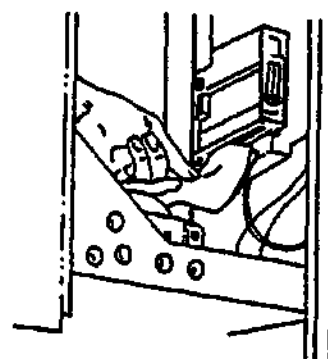
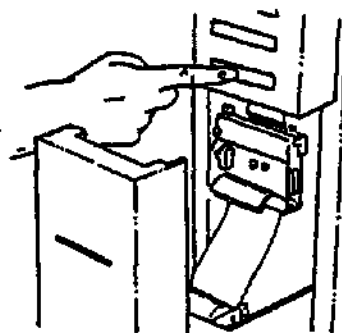

Рис. 5-20: Заправка бумаги в щель, ведущую к картриджу принтера.
Рис. 5-21: Продвижение бумаги.
7. Пропустите края белой и желтой бумаги в щель за принтером (Рис. 5-20). Осторожно подтолкните бумагу и нажимайте на клавишу PAPER ADVANCE (ПРОДВИЖЕНИЕ БУМАГИ), пока из картриджа принтера не выйдет приблизительно 150 - 160 мм бумаги (Рис. 5-21).